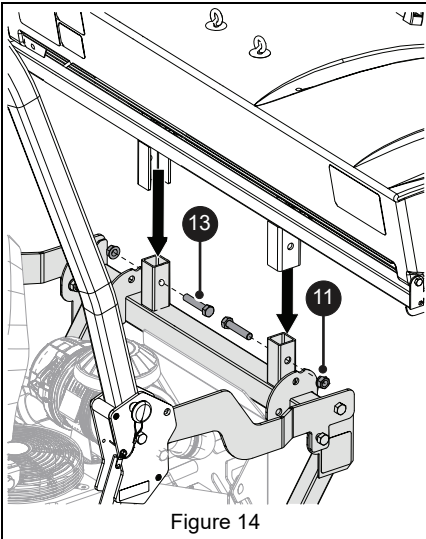

Figure 14
9. Retirer les sacs de l'ensacheuse. Monter le châssis d'ensacheuse sur la barre d'ensacheuse avec deux boulons à six pans 1/2" x 2 1/2" (élément 13) et deux écrous à embase à blocage central 1/2" (élément 11). Voir Figure 14.